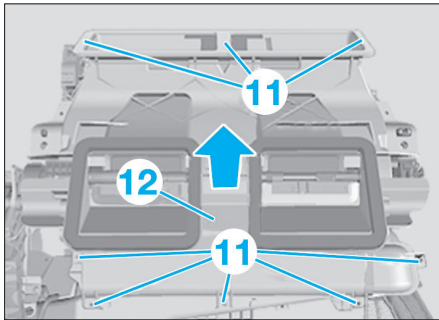

Fig. 30
- Éliminer parfaitement et soigneusement le joint (7).
- Tourner la sonde de température de répartiteur d'air froid (8) dans le sens de la flèche et l'extraire par le haut.
- Dégager par l'arrière le câble de raccordement (9) de la sonde de température de répartiteur d'air froid (8) de l'appareil de chauffage/climatisation (10).
- Déposer les vis (11) (Fig.30).